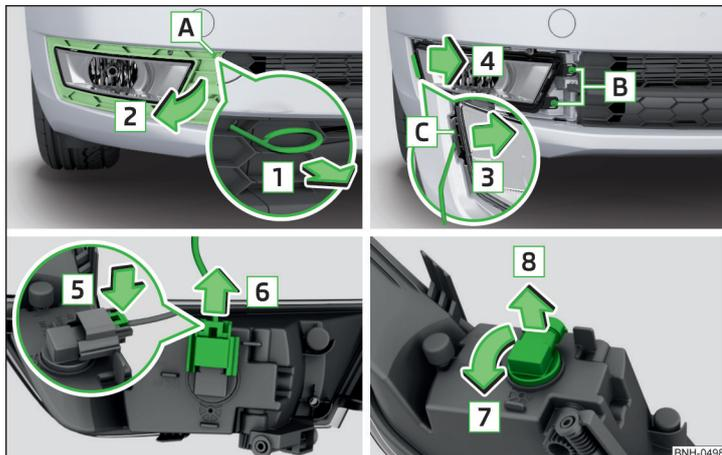

Fig. 158 Desmontar el faro antiniebla / Cambiar la bombilla
- Introducir en la apertura **A** » fig. 158 el estribo para retirar los tapacubos integrales » página 162, *Equipo de herramientas a bordo*.
- Monte el faro antiniebla en sentido contrario al de la flecha **4** » fig. 158 y enrósquelo.